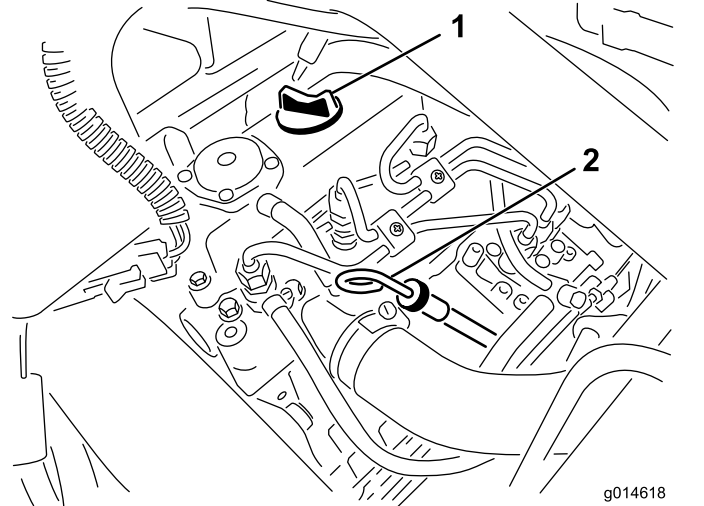

Figura 21
2. Retire la varilla y límpiela con un paño limpio (Figura 21).